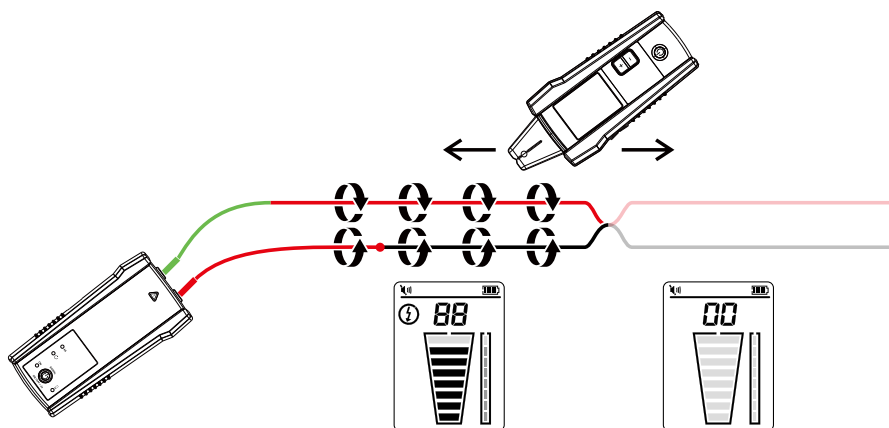

Figura 4.3: Localizar um cabo para encontrar curto-circuitos
1. Ligue o Transmissor com os cabos de teste ao circuito, como ilustrado na Figura 4.3.